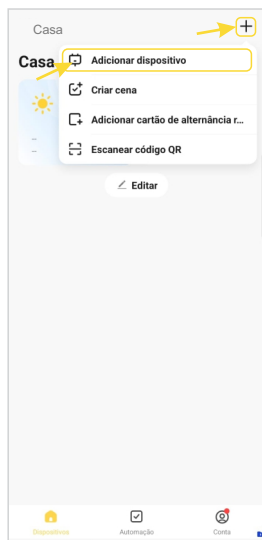

Figura 6
4. Abra o aplicativo **"AGL Home"**, na tela inicial selecione o símbolo "+" no canto superior direito, e selecione **"Adicionar dispositivo"** (figura 6), e então selecione na categoria **"Fechaduras"** a **"Ultra Touch"** (figura 7).